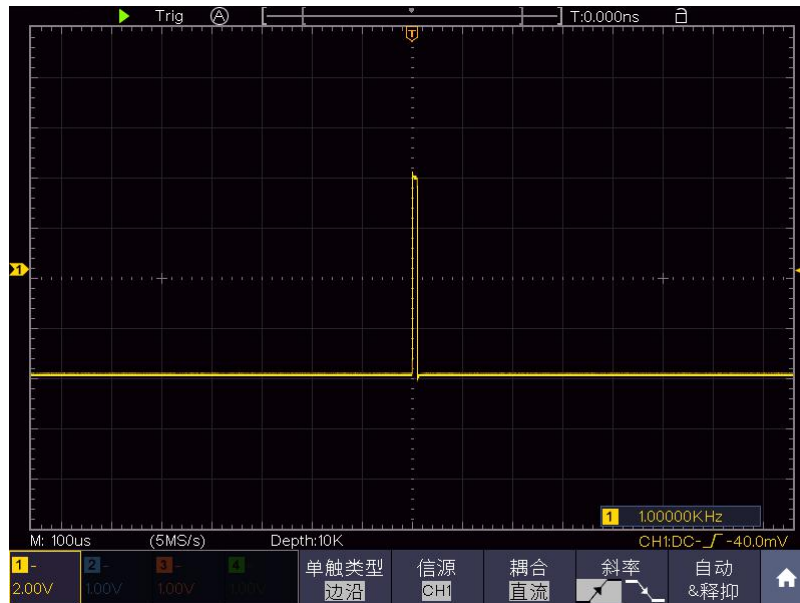

图 7-3：捕捉单次信号
- (2) 按CH1键选中该通道，旋转 B 旋钮调整垂直档位。按下 HOR 键灯亮，旋转 B 旋钮调整水平档位，为观察的信号建立合适的垂直与水平范围。
- (3) 点击 ，显示功能菜单，点击菜单中的 采集，显示采样菜单。
- (4) 在下方菜单中选择 采集模式。在右侧菜单中选择 峰值检测。
- (5) 点击 ，显示功能菜单，点击菜单中的 触发，显示触发菜单。
- (6) 在下方菜单中选择 单触类型。在右侧菜单中选择 单触。
- (7) 在左侧菜单中选择触发模式为 边沿。
- (8) 在下方菜单中选择 信源，在右侧菜单中选择 CH1。
- (9) 在下方菜单中选择 耦合；在右侧菜单中选择 直流。
- (10) 在下方菜单中选择 斜率 为 （上升）。
- (11) 旋转“旋钮A”，调整触发电平到被测信号的中值。
- (12) 若屏幕上方 触发状态指示 没有显示 Ready，则按下 Run/Stop（运行/停止）按键，启动获取。等待符合触发条件的信号出现。如果有某一信号达到设定的触发电平，即采样一次，显示在屏幕上。利用此功能可以轻易捕捉到偶然发生的事件，例如幅度较大的突发性毛刺：将触发电平设置到刚刚高于正常信号电平，按 Run/Stop（运行/停止） 按键开始等待，则当毛刺生时，机器自动触发并把触发前后一段时间的波形记录下来。通过旋转面板上水平控制区域的 A 旋钮，改变触发位置的水平位移可以得到不同长度的负延迟触发，便于观察毛刺发生之前的波形。见图 7-3。